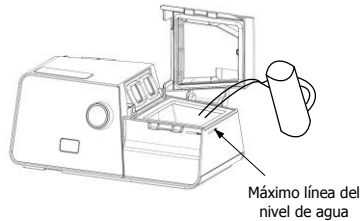

Fig. 13-4
(2) Abra la tapa, y llene la cámara con 360 ml de agua aproximadamente, como se muestra en la Fig. 13-4. Asegúrese de que no se supere la línea del nivel máximo de agua.